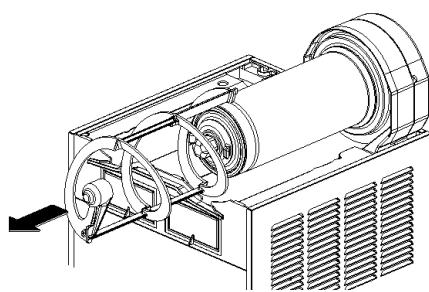
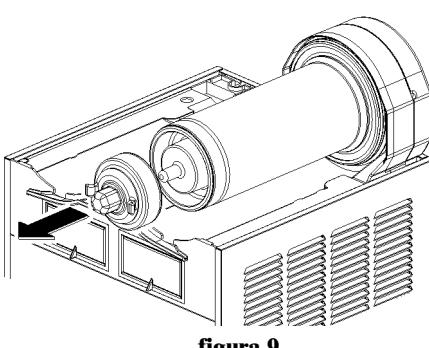

figura 8
figura 9
**3** Desenfilar del evaporador el rascador exterior (ver figura 8) y después el rotor magnético externo completo (ver figura 9).